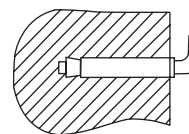

Рис. 7
2. Определите точки для отверстий под распорные болты с крюками [определяются в соответствии со спецификацией прибора, который вы выбрали]. Просверлите в стене два отверстия соответствующей глубины с использованием сверла, подходящего по размеру под распорные болты, прилагаемые к водонагревателю, вставьте винты, поверните крюк вверх, плотно затяните гайки и затем повесьте электрический водонагреватель на эти крюки [см. Рис.7].